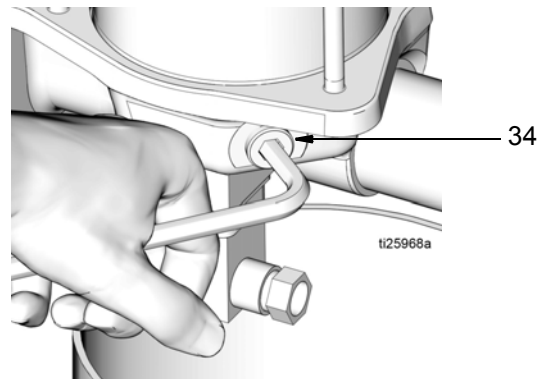

FIG. 13
7. Con una llave hexagonal, afloje lentamente y saque el tubo de drenaje (34) de la base de la bomba y drene el aceite de la bomba (FIG. 13).